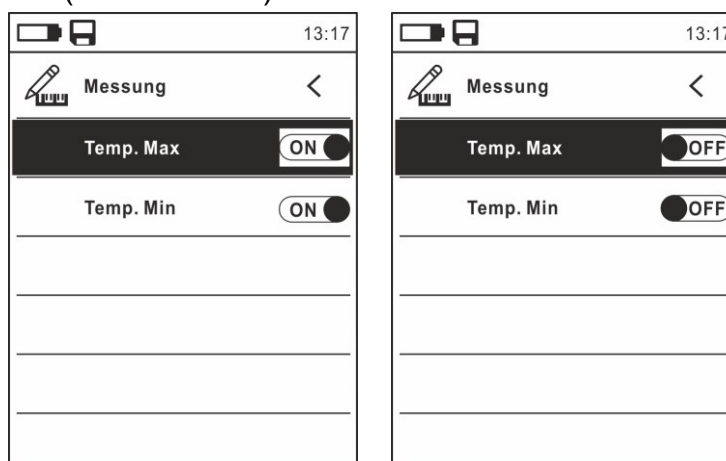

Abb. 11: Menü Messung
9. Wählen Sie den Eintrag “Messung” aus und drücken Sie die Taste ☰ oder ► zur Aktivierung/Deaktivierung der mit dem “heißesten” oder “kältesten” Punkt im Wärmebild assoziierten Cursor (siehe Abb. 11).